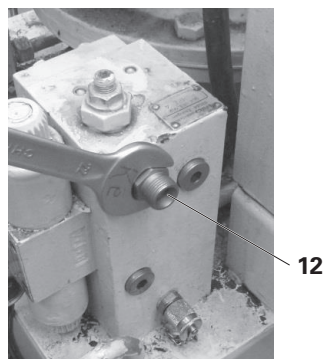

Fig. 23
2. Avvitare i raccordi filettati maschio dritti (**12**) negli attacchi A1, A2 e B e stringere con la chiave fissa SW 22. (Fig. 23)